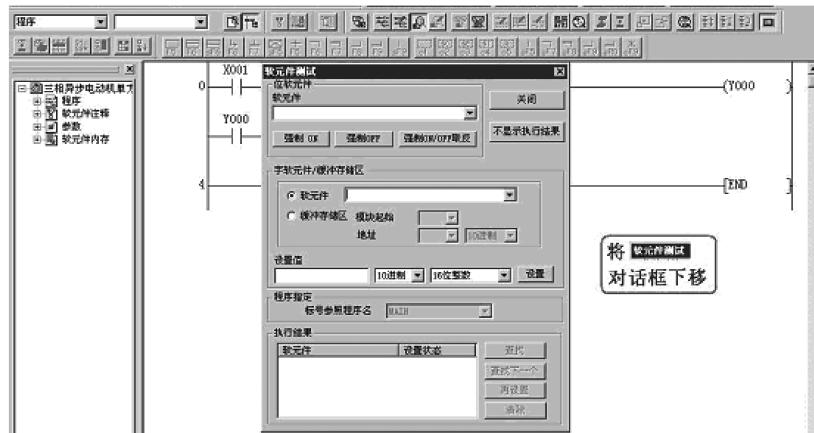

图 2-52 软元件测试对话框画面
2) 单击如图 2-51 所示画面中的“软元件测试 (D)”, 会弹出如图 2-52 所示的“软元件测试”对话框。然后按照图中的提示将对话框下拉, 以便在仿真测试过程中能观察到梯形图仿真时的触点和线圈通断电情况。